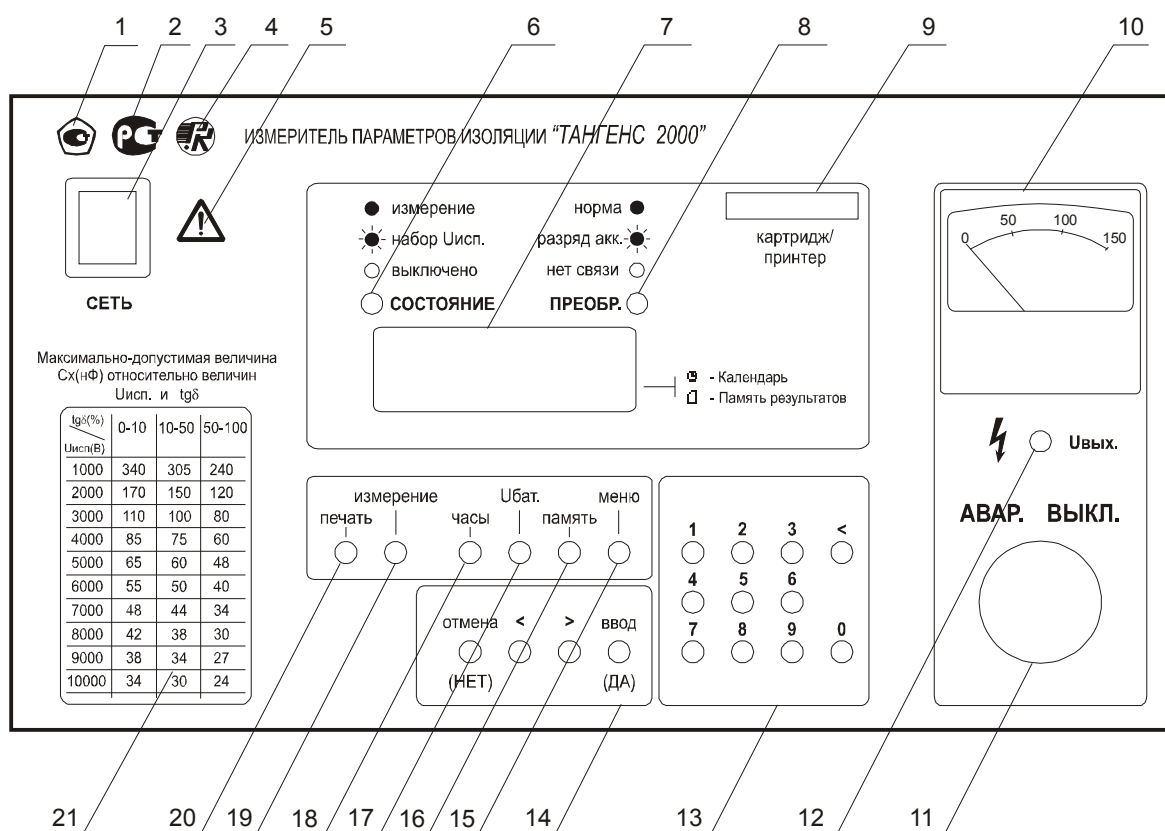

Рисунок 3. Внешний вид лицевой панели блока управления
1.4.8.10 Испытательное напряжение ($U_{исп}$) с выхода « $\Theta \rightarrow$ » через повышающий трансформатор подается на контролируемый объект, к которому подключен блок преобразователя (рисунки 1, 2). Процесс изменения напряжения на выходе генератора и, соответственно, на контролируемом объекте, но с множителем 100, можно наблюдать по стрелочному индикатору (поз. 10 рисунок 3) на лицевой панели блока управления.